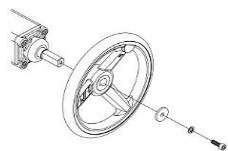

図 1
1. ハンドホイールを図 1 のように、アクチュエータの手動軸に挿入して、ボルトをワッシャーに通し手動軸に固定してください。